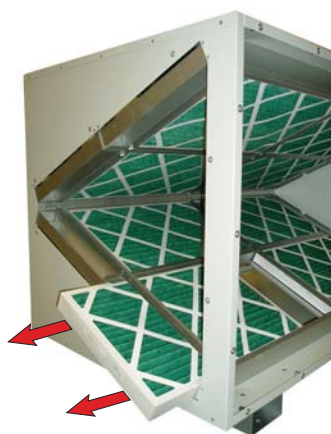

Рисунок 6.7
3. Извлечь фильтры из короба, см. *Рисунок 6.7*.